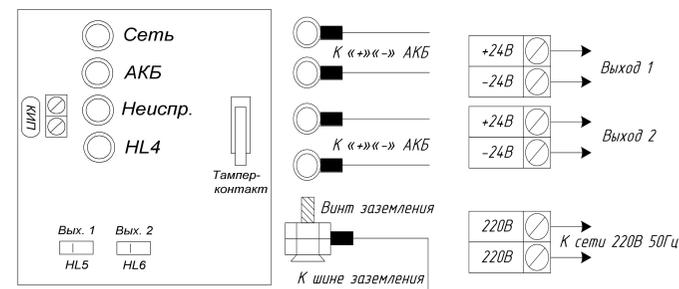

Рис. 1 - Монтажная схема ИРПА
- установите аккумуляторы, выполните подключение нагрузки, шлейфа КИП и аккумуляторов согласно монтажной схеме (рис.1) соблюдая полярность;